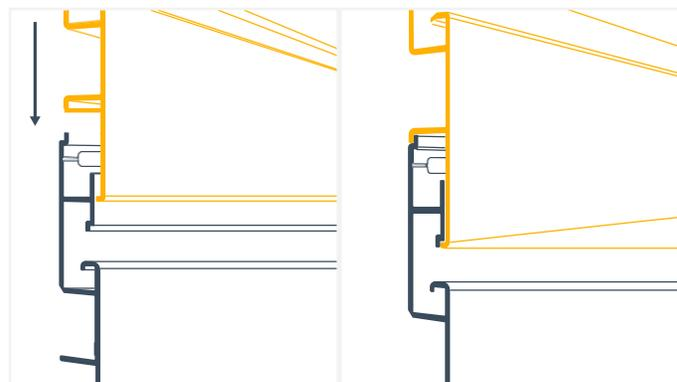

Fig. 18
- En commençant par une extrémité et en allant vers l'autre, exercez une légère pression vers le bas (vers le sol) pour emboîter le panneau dans le panneau précédemment installé en dessous. Vous sentirez et entendrez un « déclic » lorsque les panneaux seront correctement emboîtés (Fig. 18).